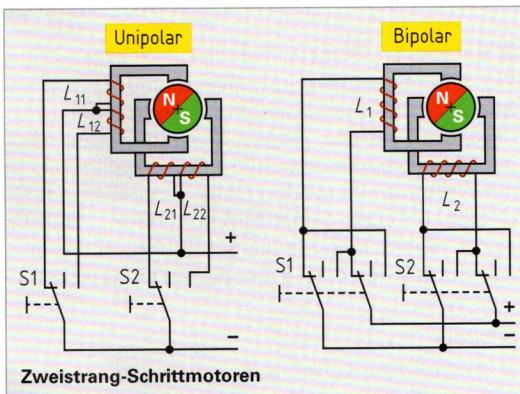

Bild 1: Unipolarer Zweistrang-Schrittmotor
- Wie groß ist der Schrittwinkel, wenn der Schrittmotor Bild 1 a) im Vollschriftbetrieb, b) im Halbschriftbetrieb (**Tabelle 1**) angesteuert wird?